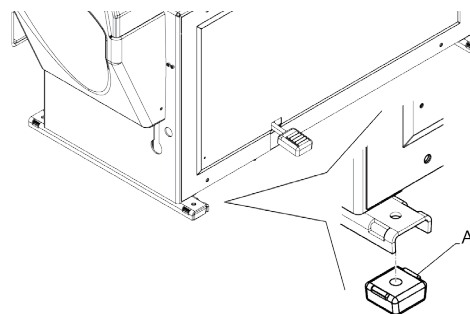

Fig. 10: Elementos amortiguadores
7. Volver a colocar la cubierta de plástico como se muestra en la fig.10.